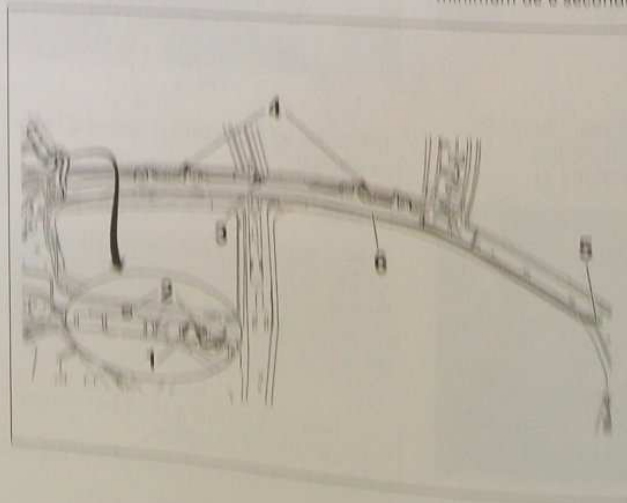

FIG. 10
- Déconnecter le connecteur (1) et déposer les vis (2) (fig. 10).
- Déposer la vis (3), déclipser les entretoises (4), extraire la sangle (5) de son logement et déposer l'airbag (6).